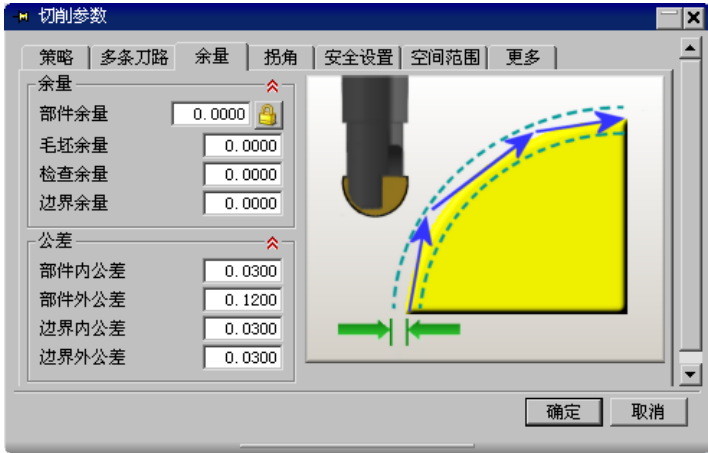

图 4.5.9 “余量”选项卡
Step3. 在“切削参数”对话框中单击 **余量** 选项卡，其参数设置如图 4.5.9 所示，单击 **确定** 按钮。